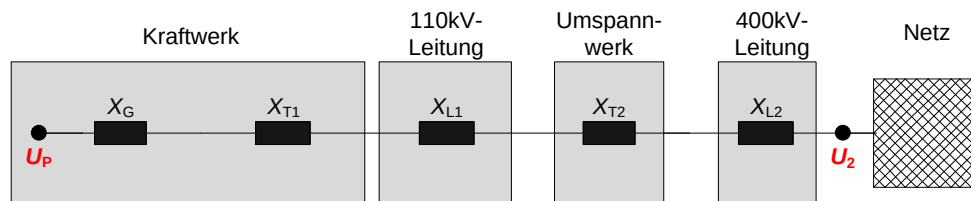

Abbildung 5. Netzeinspeisung eines Kraftwerks
Ein Kraftwerk speist über seinen Maschinentransformator und ein 2km langes 110-kV-Kabel in ein Umspannwerk ein. Dieses Umspannwerk ist über eine 10km lange 400-kV-Leitung mit dem Netz verbunden, siehe Abb. 5.
- Berechnen Sie die Gesamtimpedanz des Übertragungssystems in Abb. 5 einmal bezogen auf 11 kV und einmal bezogen auf 400 kV.